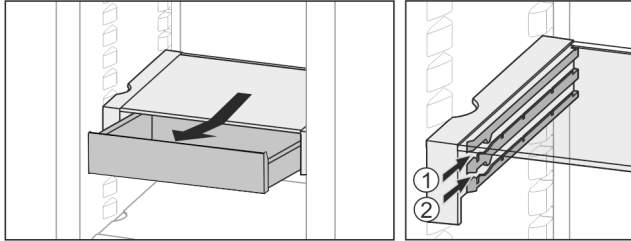

Fig. 34
- ▶ Inserire all'altezza desiderata Fig. 34 (1) o Fig. 34 (2).